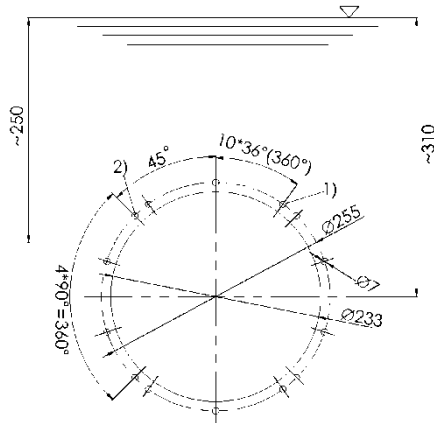

Abb. 3
- g) Bohren Sie mit Hilfe der Schablone 14 Löcher in die Glasfaser-Poolschale (Abb. 3).
- i) Montieren Sie die Frontplatte der Gegenstromanlage mit 10 M6-Schrauben am Glasfaser-Pool (Loch 1 in der Abb. 3).
- Öffnen Sie die entsprechenden Löcher von der Innenseite der Zementschicht und die Löcher sollten mit dem Montagering für Glasfaser-Pool abgeschlossen werden (Abb. 3).